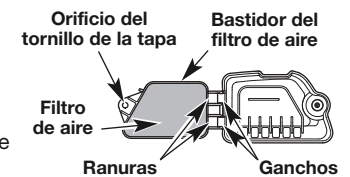

Fig. 17
- Saque el filtro de aire del interior de la caja (Fig. 17).
- Vuelva a poner el filtro dentro de la caja del filtro de aire (Fig. 17).
7. Inserte los ganchos de la caja del filtro de aire en las ranuras de la tapa del filtro (Fig. 17).
8. Gire la cubierta del filtro de aire hacia la izquierda y alinee el tornillo de la cubierta con el orificio correspondiente (Fig. 17). Apriete el tornillo para asegurar la tapa del filtro de aire.